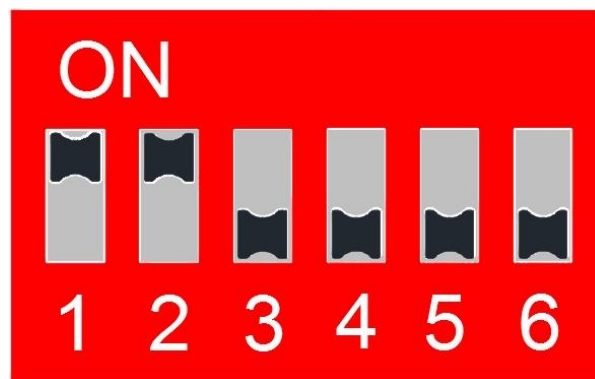

Рисунок 15 – Положение джамперов при подключении преобразователя к сети RS485/422
2. Переключить Джамперы JP1 и JP2 в состояние ON, другие джамперы (JP3-JP6) должны быть в состоянии OFF (см. рисунок 15). Для обеспечения повышенной помехоустойчивости преобразователя можно переключить джампер JP4 в состояние ON, чтобы включить подтяжку по питанию у линии А, и переключить джампер JP5 в состояние ON, чтобы включить подтяжку к земле у линии В.